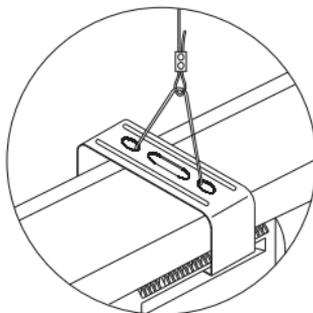

Рисунок 4
4.6 Монтаж светильника на подвесах (рисунок 4) производить при помощи скоб монтажных, входящих в комплект изделия, и тросов (тросы в комплект не входят).